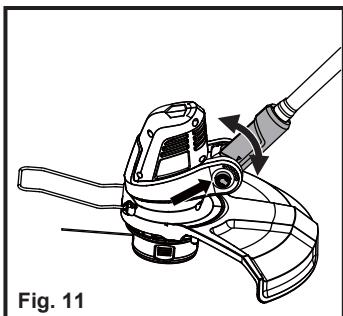

Fig. 11
1. Presione el botón del cabezal giratorio y ajuste el eje al ángulo deseado (Fig. 11).